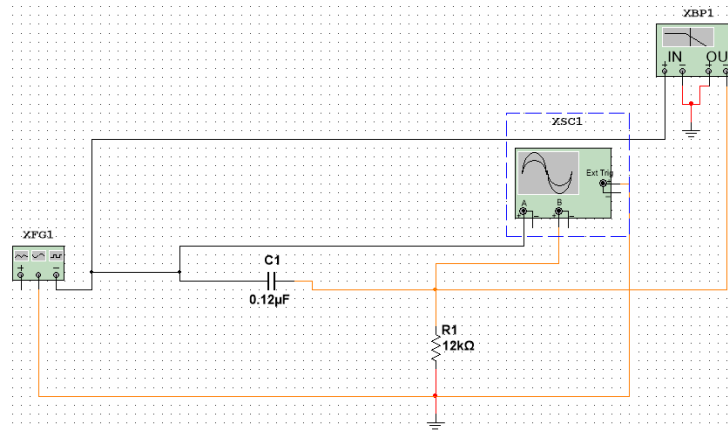

Рисунок 3.3
2.1 Зібрати схему дослідження ФВЧ, як показано на рис. 3.3.